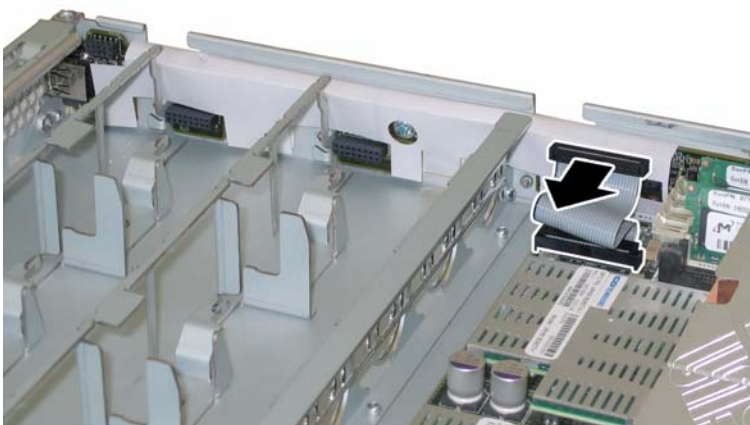

図 3-27 前面 I/O ボードからの相互接続ケーブルの取り外し
10. 前面 I/O ボードとマザーボードを接続する相互接続ケーブルを引き抜きます。図 3-27 を参照してください。